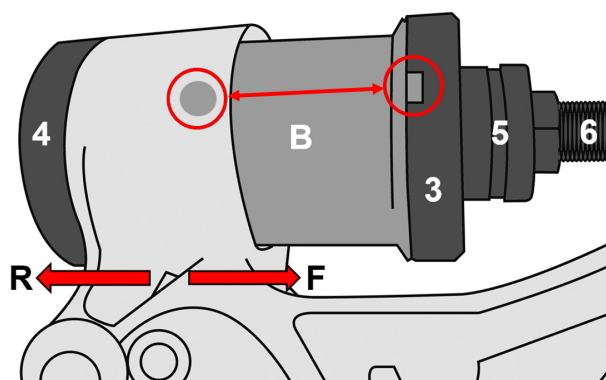

Fig. 3
3. Alignez la douille par rapport au repère dans le bras oscillant (Fig. 3). Montez l'écrou (5) sur la broche filetée.